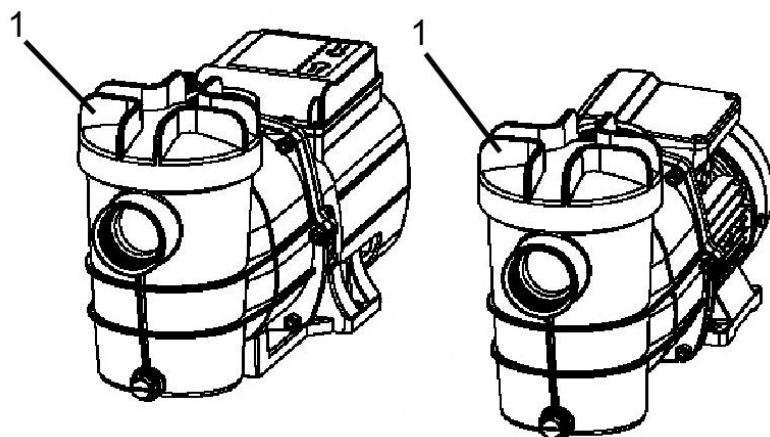

Fig. 6
6. Montage du préfiltre de la pompe SPF 250 F et SPF 370 F (Fig.6)